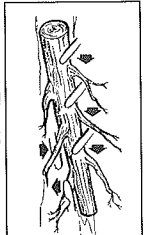

Fig. 12
L'élagage consiste à couper les branches d'un arbre abattu. Ne coupez pas les branches de support (A) avant que la grume ne soit coupée en longueurs (Fig. 12). Les branches soumise à tension doivent être coupées du bas vers le haut pour prévenir le coincement de la scie à chaîne.